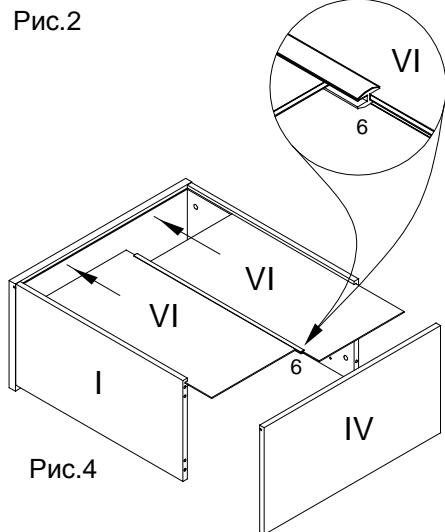

Рис.4
Установить стенки задние (VII) в паз, соединив их между собой соединительным профилем (6), и установить полку нижнюю (IV) см.рис.4а.